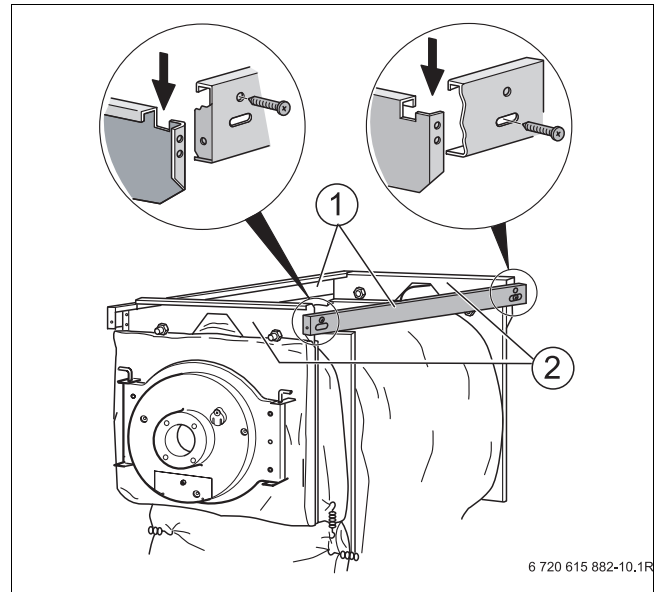

Рис. 8 Установка боковых траверс
- ▶ Установите боковые траверсы [1] крюками в вырезы передней и задней траверс [2] и закрепите их 2 саморезами, завернув спереди в круглое, а сзади в продольное отверстия (→ рис. 8).